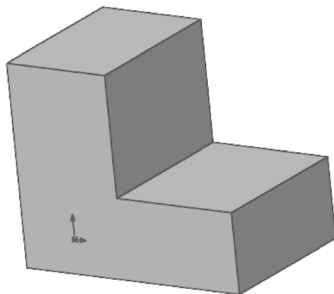

图 6-106 创建拉伸特征
- 5) 单击“特征”控制面板中的“拉伸凸台/基体”按钮，在（深度）文本框中输入“40”，然后单击（确定）按钮，创建的拉伸特征如图 6-106 所示。